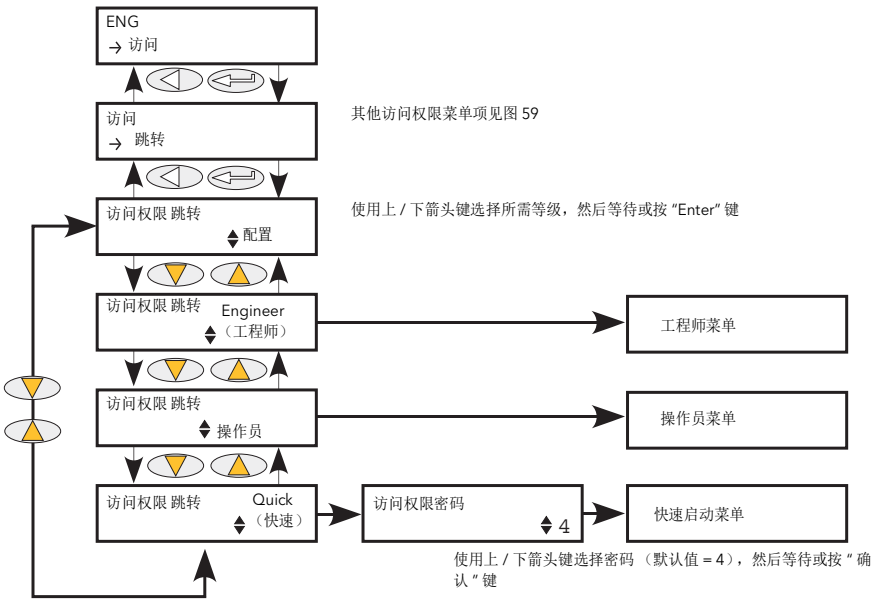

图 58 GoTo 菜单
- 1. 用户可退出配置等级菜单，跳转至其他访问等级。操作员与工程师等级菜单无需密码，因为其安全等级低于配置等级。（图 58 展示了菜单布局）。